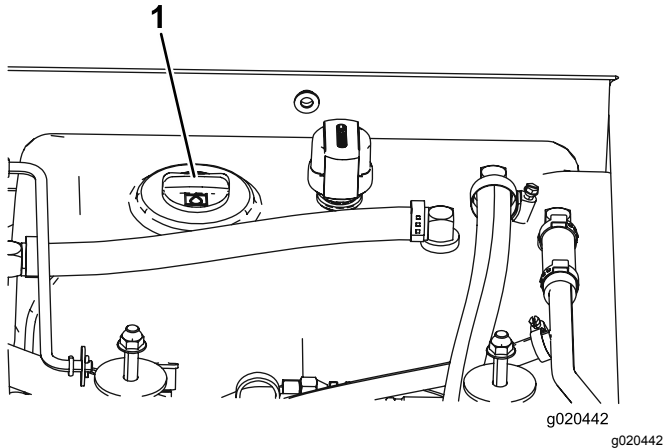

Bild 14
- Reinigen Sie den Bereich um den Füllstutzen und den Deckel des Hydraulikbehälters (**Bild 14**). Drehen Sie den Deckel vom Einfüllstutzen ab.